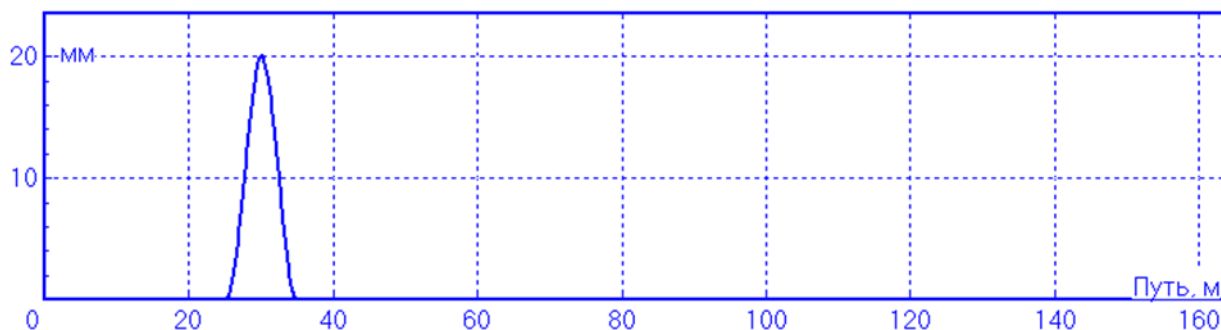
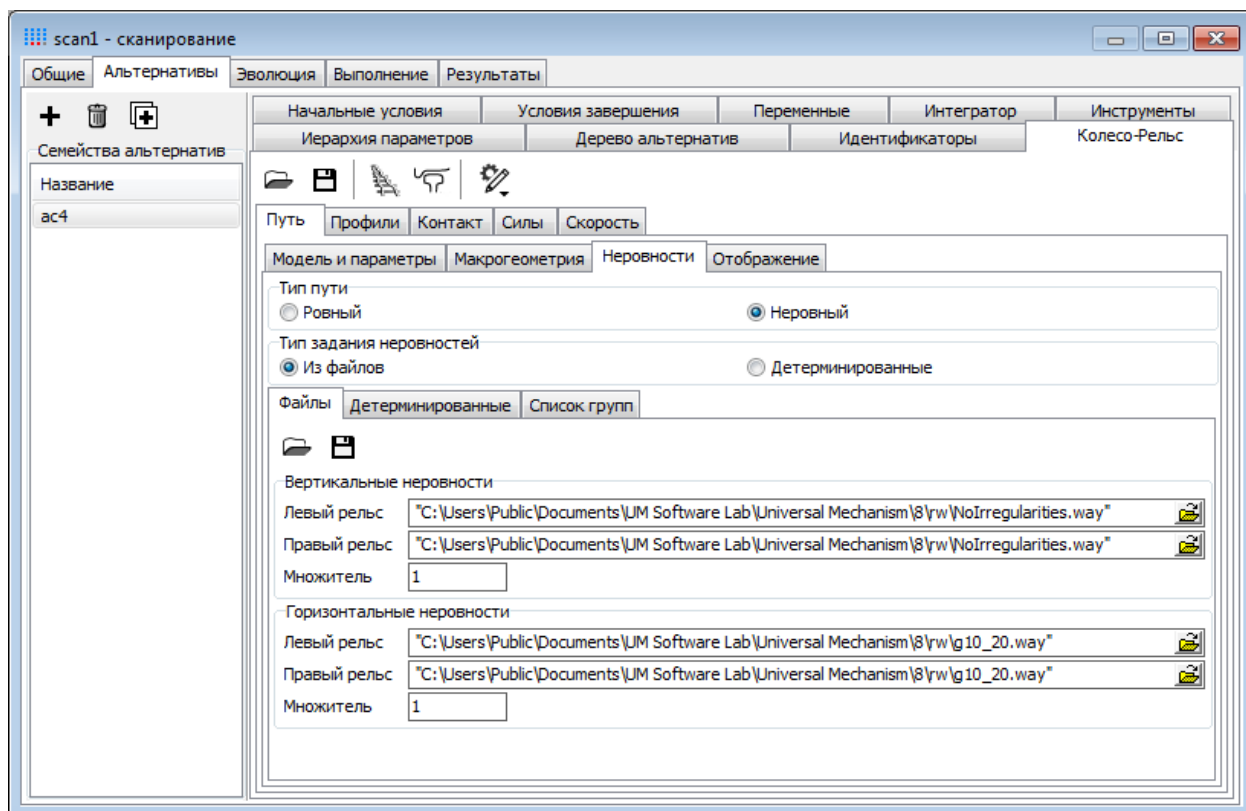

Рис. 3.9. Неровность пути в плане. Файл **g10\_20.way**
Рис. 3.10. Настройка неровностей путевой структуры
1. Итак, настроим неровности путевой структуры. Перейдите на вкладку **Колесо/Рельс | Путь | Неровности**. Установите **Тип пути** в значение **Неровный**, **Тип задания неровностей** – **Из файлов**. В качестве файлов вертикальных (Z) неровностей выберите файл **NoIrregularities.way** (нет неровностей), а для горизонтальных (Y) неровностей выберите файл **g10\_20.way**, содержащий единичную неровность в начале пути, см. рис. 3.9. Окончательный вид вкладки представлен на рис. 3.10.